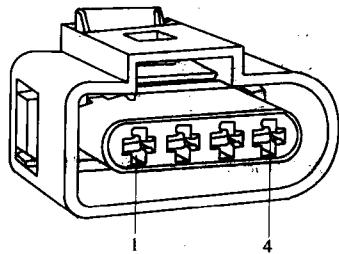

图 4-3 燃油供油单元 4 孔插头 (线束侧) 识别
④拧下行李箱地毯下面连接法兰护板上的螺栓，如听不见运转声，小心地松开并拔下燃油供油单元4孔插头。
⑤将万用表（电压档）接到端子1和4之间，参见图4-3，按动遥控器开关，读取电压值。规定值约为蓄电池电压。